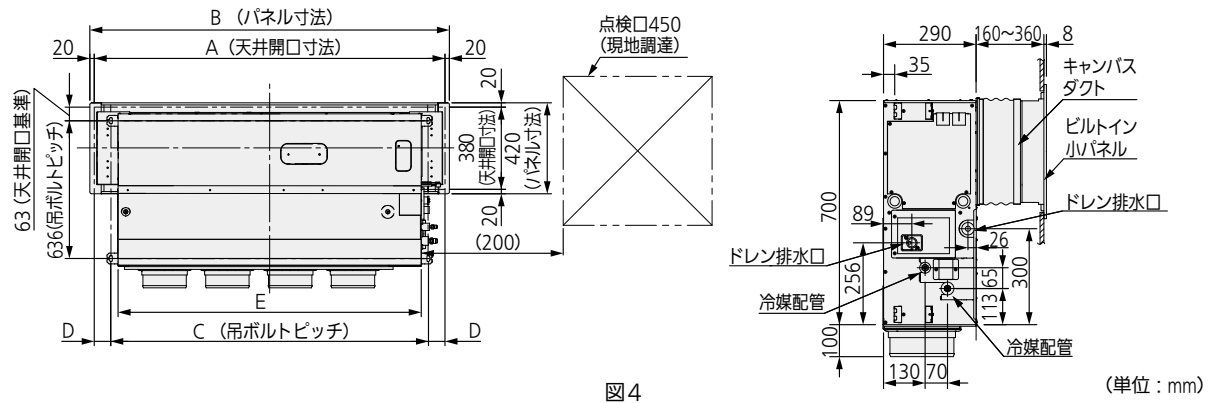

図4
- 吊ボルト位置の寸法は図4に従ってください。
- 5-1. 本体の吊り込みは、図4を参照し、吊ボルトのピッチを確保してください。